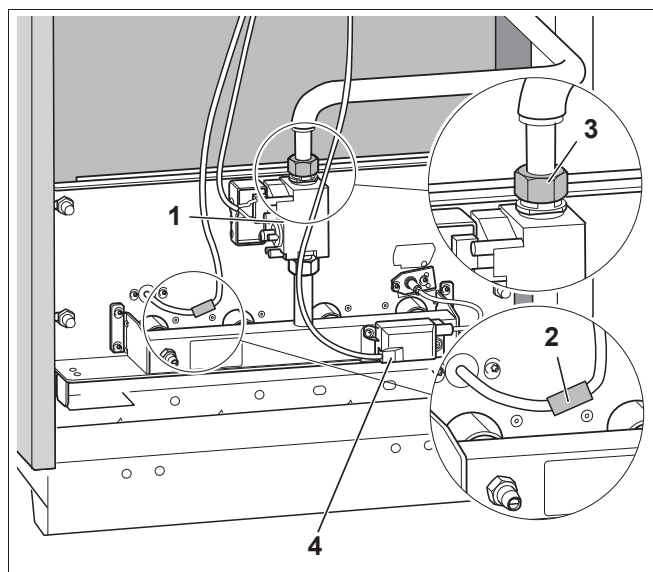

Рис. 37 Демонтаж горелки
- Отсоединить горелку от газовой арматуры в месте резьбового соединения (рис. 37, поз. 3).
- Снять контактный предохранитель (рис. 37, поз. 2) на контрольном кабеле и разъединить штекерное соединение.
- Вынуть штекер запального трансформатора (рис. 37, поз. 4).